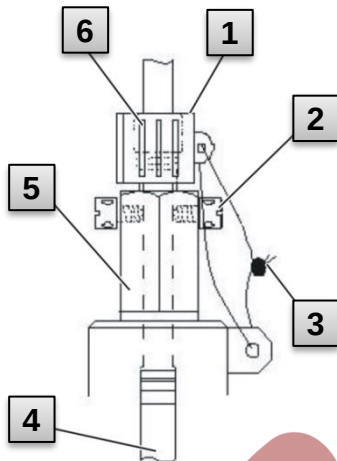

Abb. 9
3. Lassen Sie den Temperaturlaufnehmer mit Hilfe der Plombierhülse **1** und der Drahtplombe **3** gemäß Abb. 9 durch einen Eichbeamten verplomben.